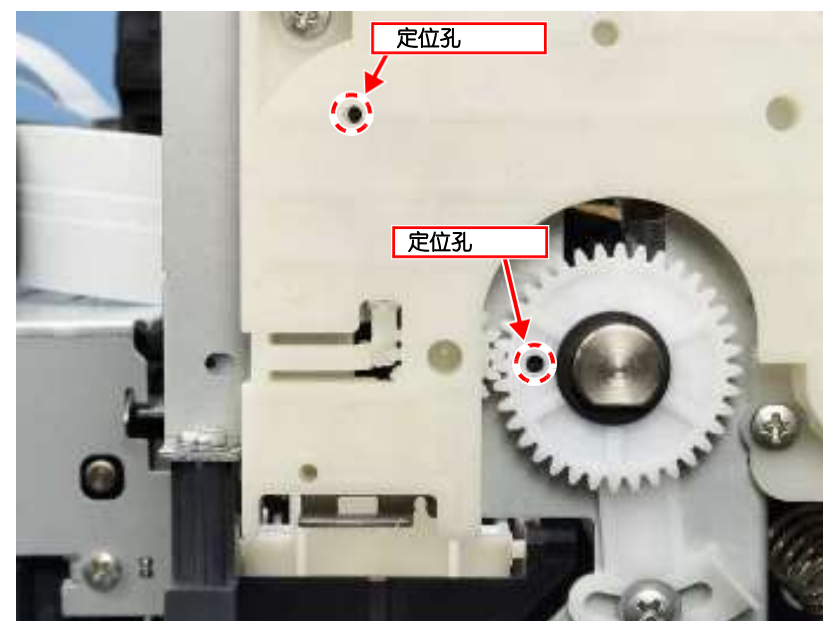

图2-8. PG调整时的PG位置
3. 检查APG Assy和托架是否处于PG位置。（图2-8）